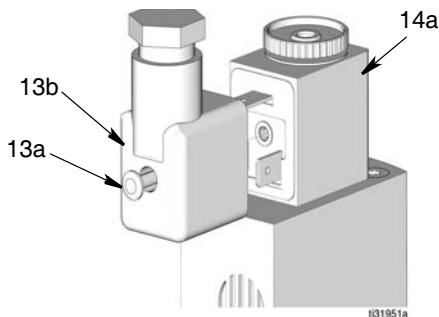

FIG. 10
14. Reconecte o conector DIN (13b) ao conector do solenoide (14a) (FIG. 10).
15. Aperte o parafuso (13a) na parte traseira do conector do solenoide mini-DIN (13b) (FIG. 10).